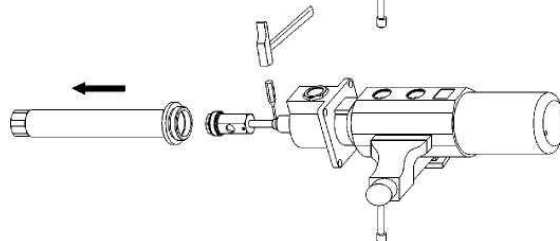

Рис. 5
4. Извлеките штифт (20), расположенный в верхней части соединительного стержня (21) (рис. 5) и отвинтите стержень от пневматического поршня (9).